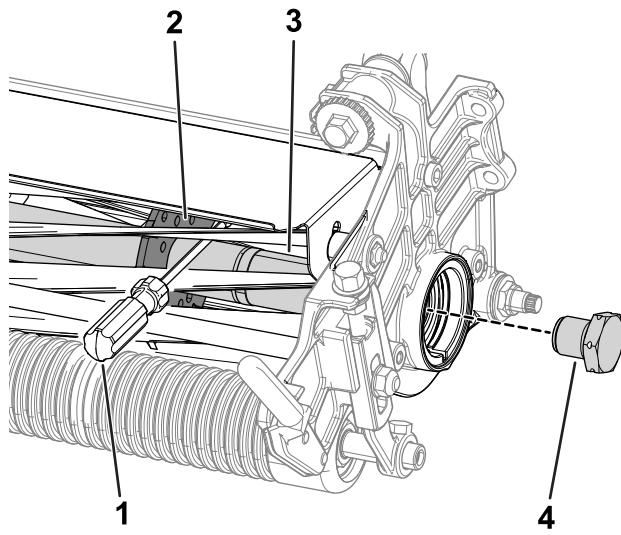

Figura 28
1. Inserite un piede di porco con manico lungo (3/8" x 12" raccomandato con manico a cacciavite) attraverso la parte anteriore del cilindro di taglio, più vicino al lato dell'apparato di taglio da serrare (Figura 28).
2. Posizionate il piede di porco contro il lato di saldatura della piastra di supporto del cilindro (Figura 28).